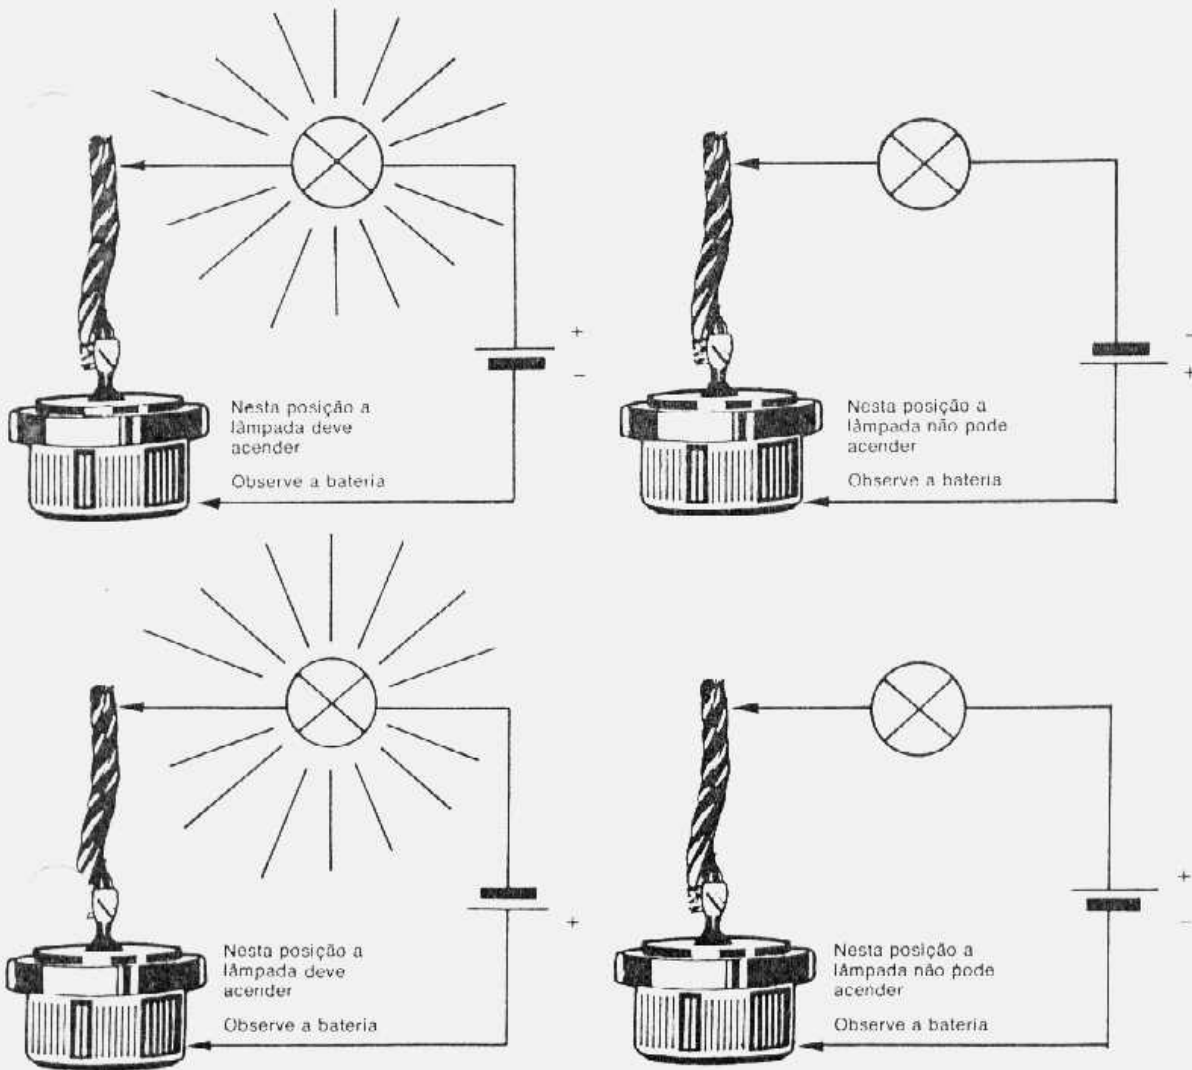

fig. 37 — teste de um diodo negativo
- 2 — Ligar uma lâmpada de teste em série com o diodo e com uma bateria de no máximo 24 volts. As ligações e os resultados a serem obtidos estão ilustrados na fig. 37.